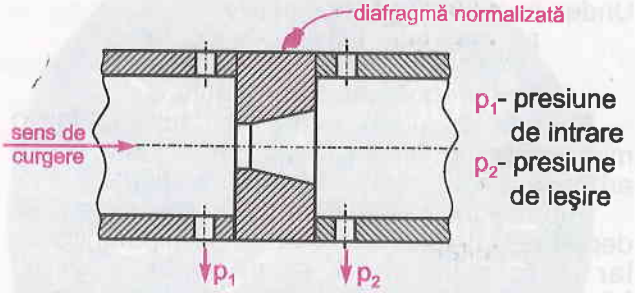

Fig. 3.18. Diafragmă normalizată
- Diafragma normalizată (fig. 3.18.) este folosită pentru conducte cu  $D > 50m$ . Sunt cele mai utilizate datorită simplității constructive, a costului scăzut și a gabaritului redus.